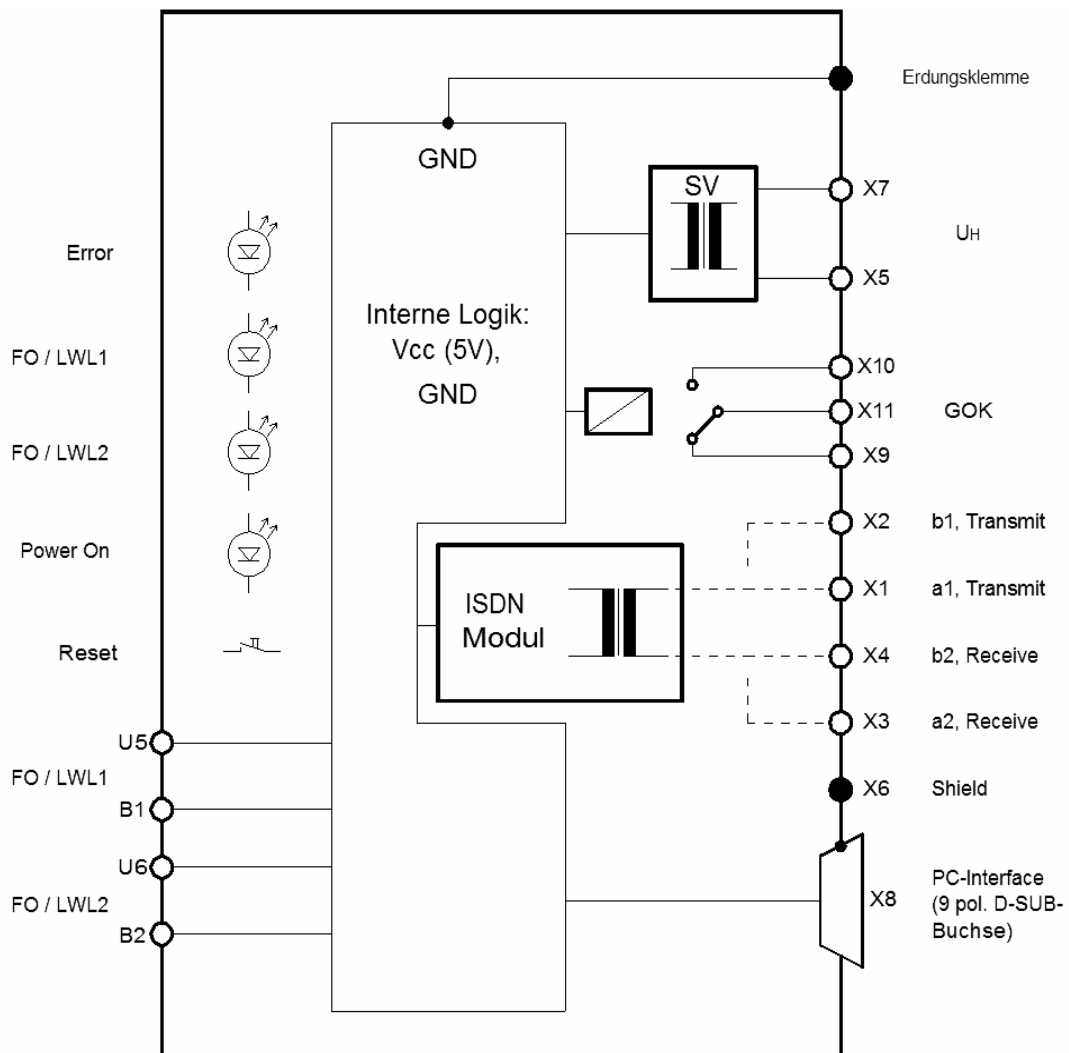

Bild 2 Hardware-Struktur des KU-S₀'s
- ❑ **S_0 -Bus:** Die Signale des S_0 -Bus Schnittstelle sind auf die 5-polige Schraubklemme (S_0 -Bus) aufzulegen (jeweils ein kommendes und ein gehendes Adernpaar). Die links daneben liegende fünfte Schraubklemme (',S') dient zum Auflegen des Kabelschirms. und ist mit dem Gehäuse verbunden. Die S_0 -Bus Signale sind von den anderen Kreisen galvanisch getrennt (Bild 2).
- ❑ **PC-Interface:** Schnittstelle zur Parametrierung des $KU-S_0$ mit Hilfe des FOS0-Configurator-Programms, oder eines Terminal-Programms (z.B. Hyperterminal, siehe hier auch Abschnitt Parametrierung). Als Kommunikationsleitung zwischen $KU-S_0$ und PC dient die DIGSI-Kommunikationsleitung, 7XV5100-4, diese ist anzuschließen an die 9-polige DSUB-Buchse (Bild 2).